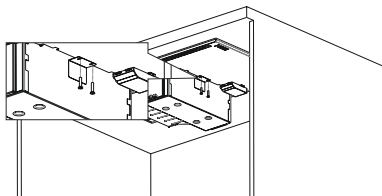

Fig. 11
6. ➤ Placera behållaren i hålet mitt på spishällen. Fäst den med 2 st skruvar i spishällen (Fig. 11).